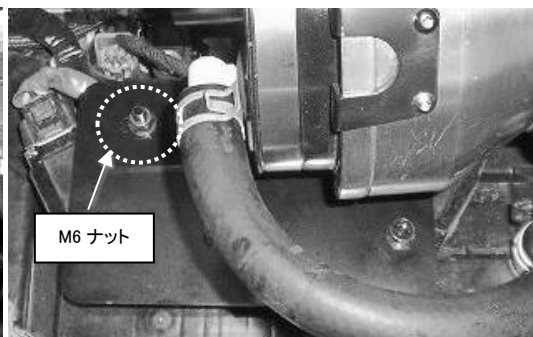

図 11
9) 組み立てたアダプターにクリーナー本体を装着し、M6 ナットでブラケット上のトラスボルトへ固定します。(図 11 参照)